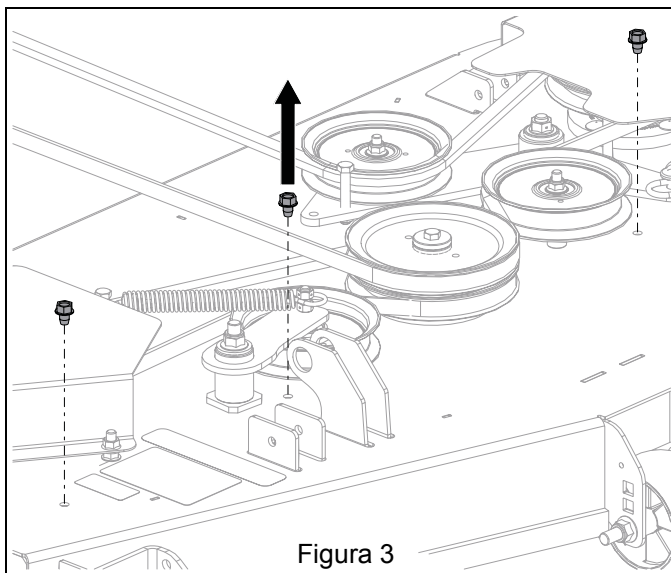

Figura 3
5. Retire los tornillos autorroscantes de la plataforma y guárdelos para un funcionamiento sin el juego para empajado. Consulte Figura 3.